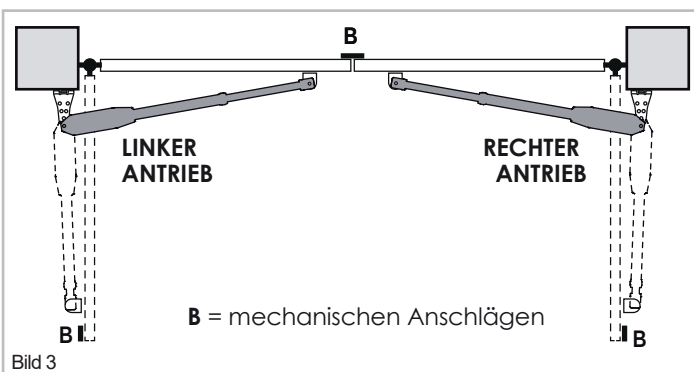

Bild 3
- Das Tor ist mit mechanischen Anschlägen zum Öffnen und Schließen ausgestattet (Abb. 3).
3.3 Rechter oder linker Antrieb (Bild 3)